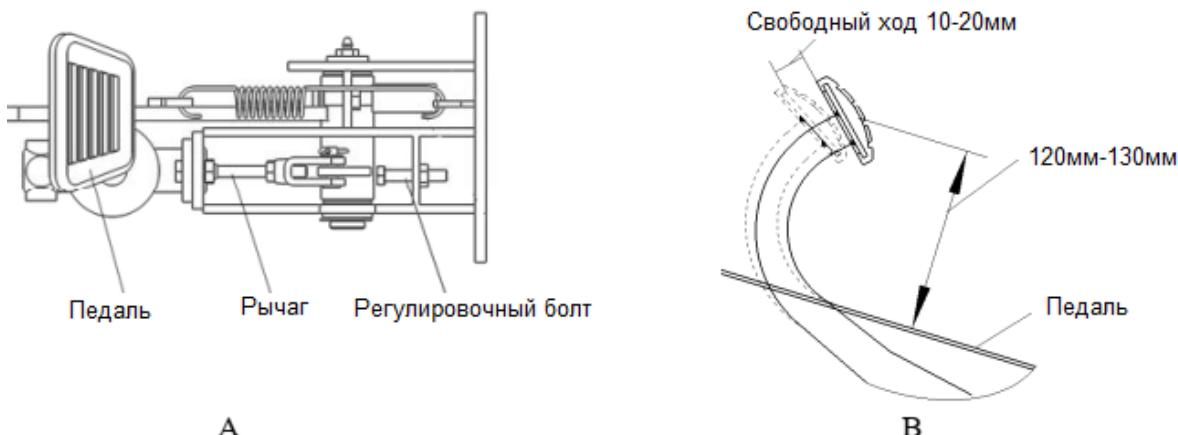

Рис. 2-5 Педаль тормоза
- (1) Ослабьте крепление рычага;
- (2) При помощи регулировочного болта, см. Рис. 2-5 (A), отрегулируйте высоту педали, как показано на Рис. 2-5 (B);
- (3) Отрегулируйте длину рычага таким образом, чтобы его конец касался поршня основного гидроцилиндра. Затем поверните назад на 1-2 оборота, чтобы гарантировать свободный ход педали порядка 10мм-20мм;
- (4) Затяните гайки рычага и болта регулировки высоты педали.